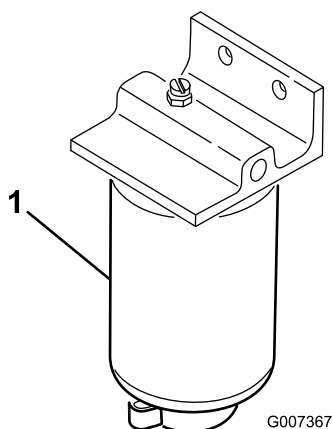

Figure 54
Vidangez chaque jour l'eau ou autres impuretés qui se trouvent dans le séparateur d'eau (Figure 54). Remplacez la cartouche filtrante toutes les 400 heures de fonctionnement.
2. Dévissez le bouchon de vidange au bas de la cartouche du filtre (Figure 54).